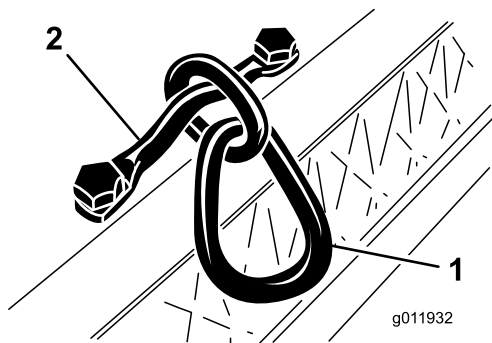

Рисунок 7
2. Затяните винты с головкой с моментом от 34 до 40 Н•м (Рисунок 7).